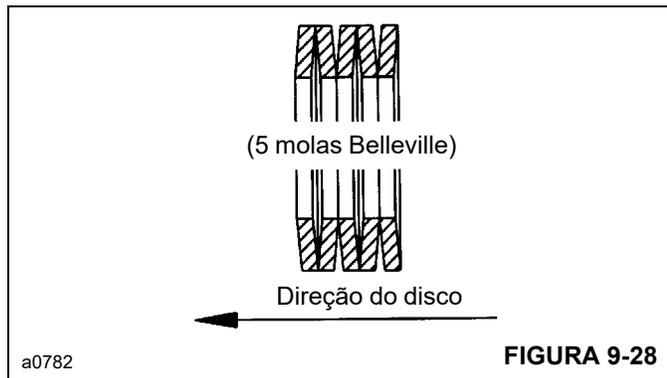

FIGURA 9-28
27. Instale a arruela **6**, se utilizada, e as novas molas Belleville **5** na extremidade do pistão **9**. Siga a sequência de empilhamento, Figura 9-28.
23. Instale a arruela **6**, se utilizada, e as molas Belleville **5** na extremidade do pistão **9**. Siga a sequência de empilhamento Figura 9-28.